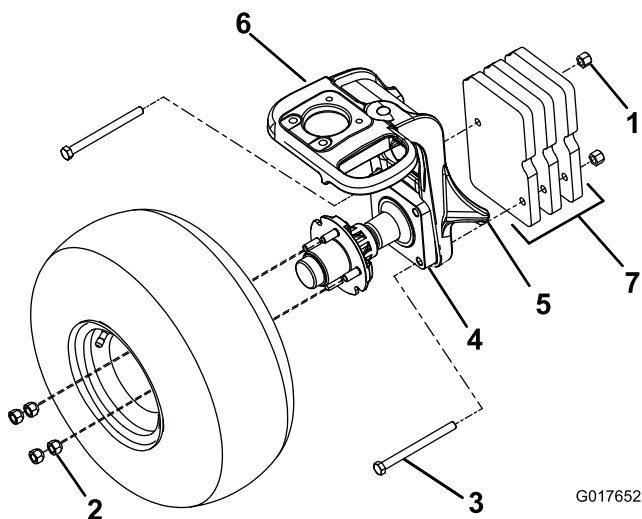

Bild 1
3. Heben Sie die Maschine mit einem Wagenheber an den Hebestellen an (Bild 1).
6. Entfernen Sie die zwei Befestigungsschrauben, mit denen die Spindel an der Laufadgabel befestigt ist (Bild 1).
7. Befestigen Sie drei Ballastplatten mit zwei Sechskantschrauben (1/2" x 5-1/2") und zwei Sicherungsmuttern aus dem Kit an der rechten Seite der Laufadgabel (Bild 1).
4. Entfernen Sie die vier Radnabenmutter in Paaren von den diagonal gegenüberliegenden Reifen (Bild 1).